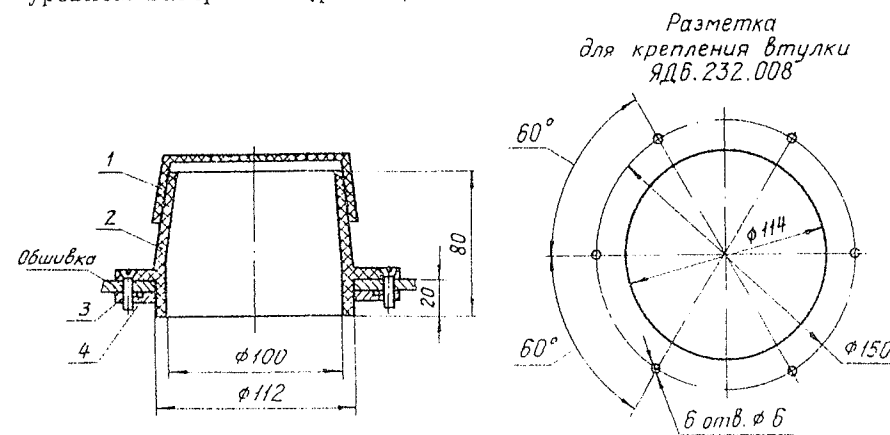

Рис. 5
3.2.4.1. Втулка ЯДБ.232.008, предназначенная для крепления РСО на жёстких конструкциях судна или обшивке закрытой спасательной шлюпки, размещается в наиболее удобном для установки РСО месте на высоте не менее 1 м над уровнем ватерлинии (рис. 5).